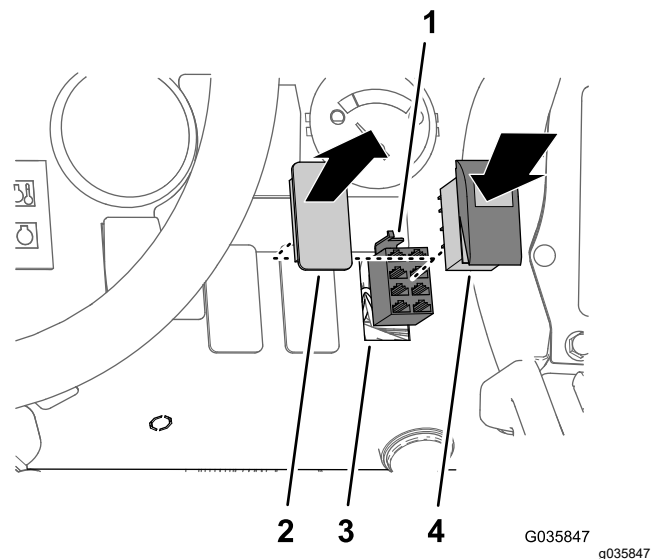

Figura 35
1. Retire el tapón del interruptor del panel del salpicadero, en la posición mostrada en Figura 35.
2. Conecte el conector hembra de 8 vías del arnés de cables del kit de acabado del brazo Ultra Sonic Boom etiquetado MODO MANUAL SÓNICO FRENTE A AUTOMÁTICO al interruptor basculante (Figura 35).
3. Instale el interruptor basculante en la abertura del panel del salpicadero hasta que el interruptor encaje en su sitio (Figura 35).